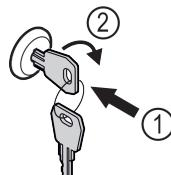

Fig. 209
- 按入钥匙。Fig. 209 (1)
- 将钥匙顺时针转动 90°。Fig. 209 (2)